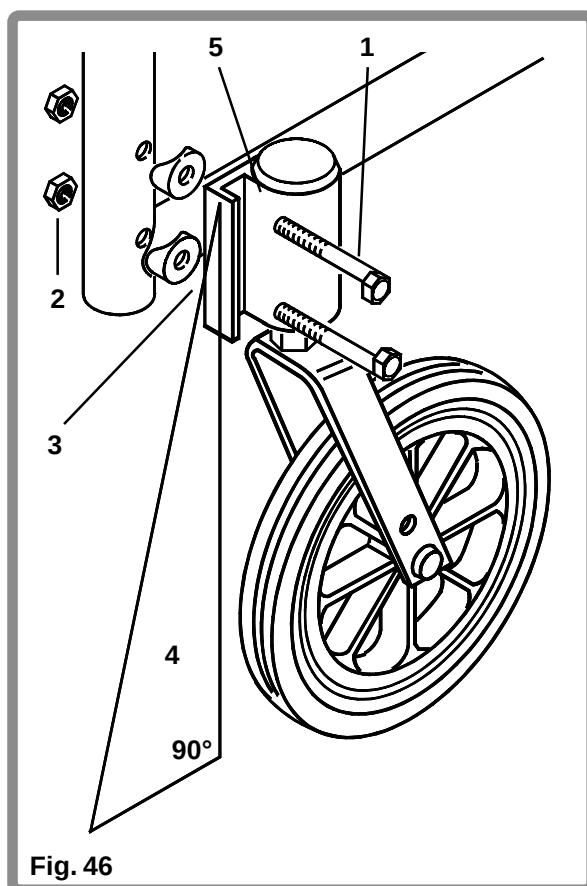

Fig. 46
Pour une performance optimum, le logement des roues devrait toujours se trouver à 90° du sol (perpendiculaire au sol). Ce réglage s'effectue (Fig. 46) grâce à un mécanisme de boulon à attachement excentrique (1). Pour changer l'angle, placez le fauteuil sur une surface plane (telle qu'une table). Retirez les écrous d'une ouverture de 10 mm (2) de l'arrière du logement des roulettes (3). Vous remarquerez que le logement des roulettes s'insère sur le côté pour procéder aux ajustements. Placez un grand objet à angle droit (4) sur la surface plane et contre l'avant du logement des roulettes (5). Ceci assurera la perpendicularité entre l'axe de rotation des roulettes et le sol. Faites tourner les boulons indépendamment jusqu'à ce qu'ils soient en place. Lorsque l'alignement est satisfaisant, resserrez les deux écrous d'attache en les couplant entre 8 et 10 Nm. Répétez la procédure pour l'autre roulette.